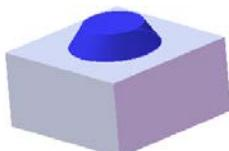
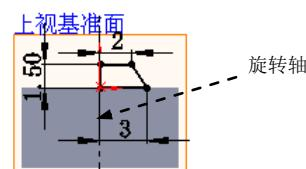

图 16.2.28 旋转 1
图 16.2.29 横断面草图
(3) 定义拉伸深度属性。
① 定义深度方向。采用系统默认的深度方向。
② 定义深度类型和深度值。在“凸台一拉伸”对话框 **方向 1** 区域的下拉列表中选择 **给定深度** 选项，在  中输入深度值 5.0。
(4) 单击  按钮，完成凸台一拉伸 1 的创建。
Step3. 创建图 16.2.28 所示的零件基础特征——旋转 1。
(1) 选择命令。选择下拉菜单 **插入(I)** → **凸台/基体(B)** → **旋转(R)...** 命令。
(2) 定义特征的横断面草图。
① 定义草图基准面。选取上视基准面作为草图基准面。
② 定义横断面草图。在草图环境中绘制图 16.2.29 所示的横断面草图。
(3) 定义旋转轴线。采用图 16.2.29 所示的中心线作为旋转轴线。
(4) 定义旋转属性。
① 定义旋转方向。在“旋转”对话框 **方向 1** 区域的下拉列表中选择 **给定深度** 选项，采用系统默认的旋转方向。
② 定义旋转角度。在 **方向 1** 区域的 **A1** 文本框中输入数值 360.0，选中 **合并结果(M)** 复选框。
(5) 单击对话框中的 按钮，完成旋转 1 的创建。